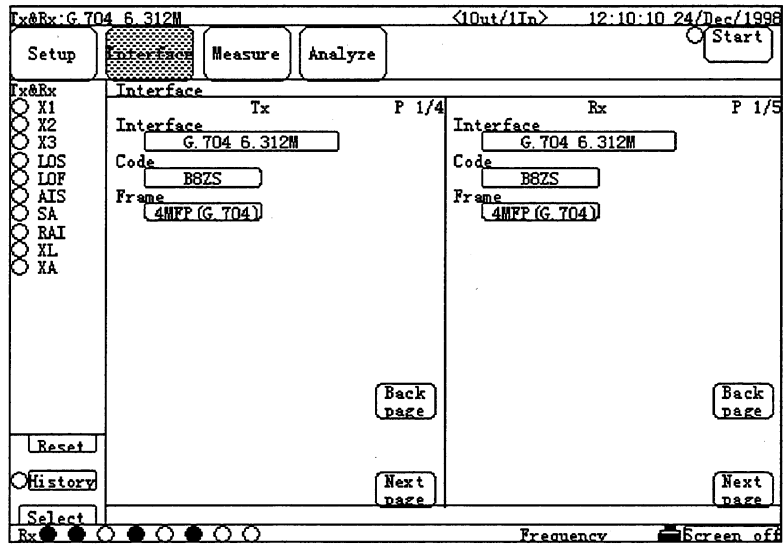
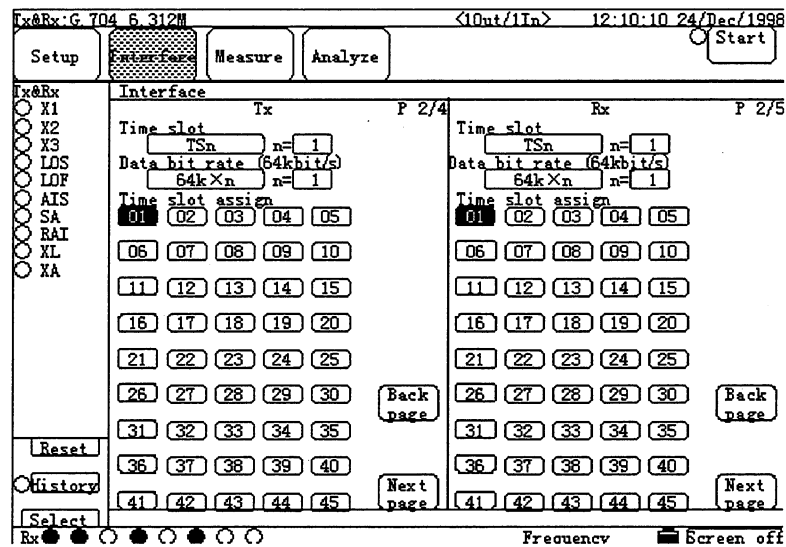

図 6.1-19 Interface 画面
図 6.1-20 Interface 画面
- (4) インタフェースの設定を行います。
6.1.1項を参考にインタフェースの設定を図 6.1-19, 図 6.1-20のように変更してください。